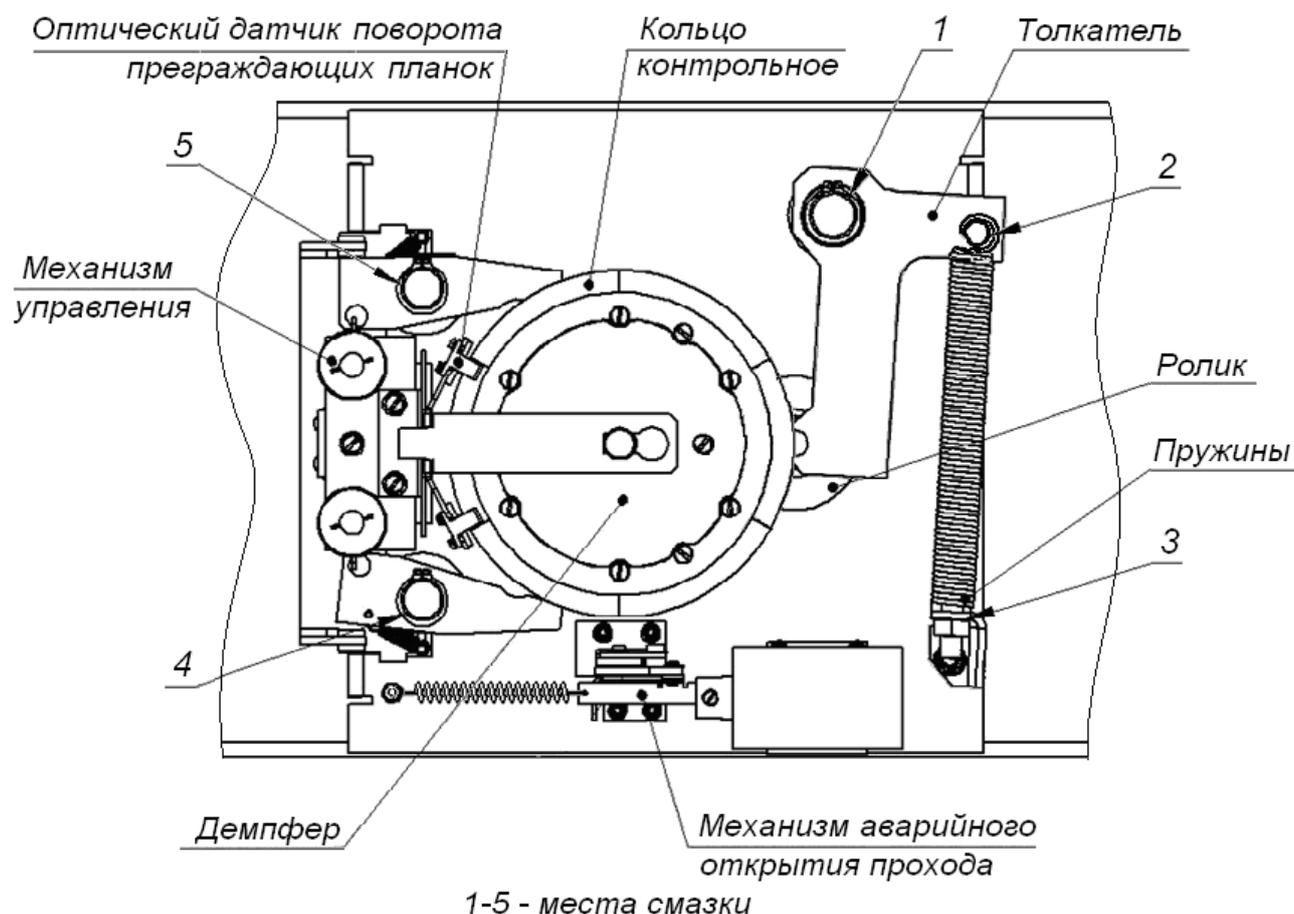

Рисунок 26. Расположение внутренних деталей и узлов стойки ЭП
4. Снимите крышку (3) в порядке, указанном в разд. 6 и положите ее на ровную устойчивую поверхность.
5. Осмотрите устройство доворота (толкатель, пружины и ролик), оптические датчики поворота преграждающих планок и демпфирующее устройство (см. рис. 26).
- смазкой типа **Chain and Rope Lube Spray - WEICON** оси вращения рычага толкателя (1, рис. 26) ролика и стопоров (4, 5, рис. 26);
- смазкой ШРУС-4 точки крепления пружин доворота (2, 3, рис. 26).
9. Проверьте крепление преграждающих планок (4) в шарнирных узлах турникета и, при необходимости, подтяните крепежные винты.